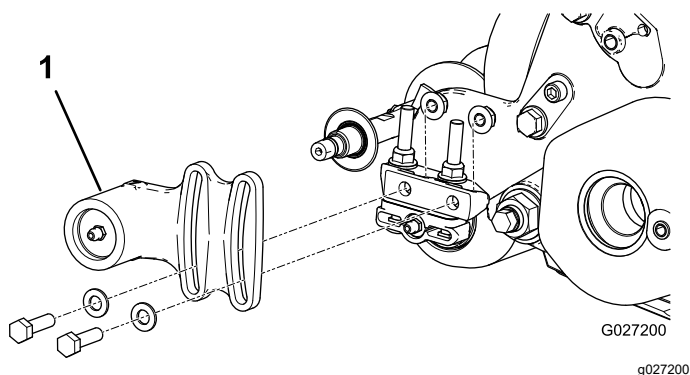
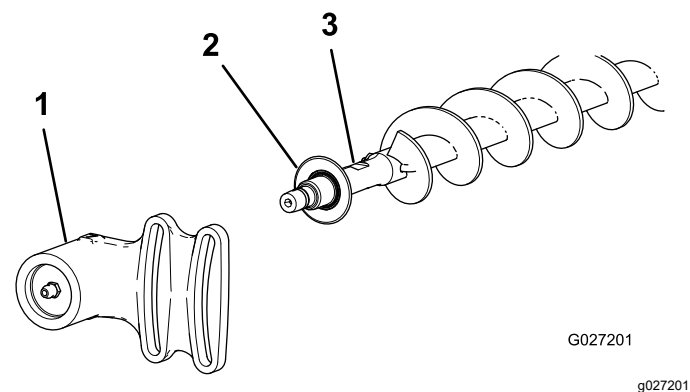

Figura 19
Figura 20
suporte de montagem da caixa de rolamentos (Figura 19 e Figura 20).
2. Deslize a caixa de rolamentos do lado oposto à transmissão e o vedante de eliminação de sedimentos do eixo das escovas (Figura 20).
9. Instale o vedante de eliminação de sedimentos e a caixa de rolamentos do lado oposto da transmissão no eixo da escova (Figura 20).